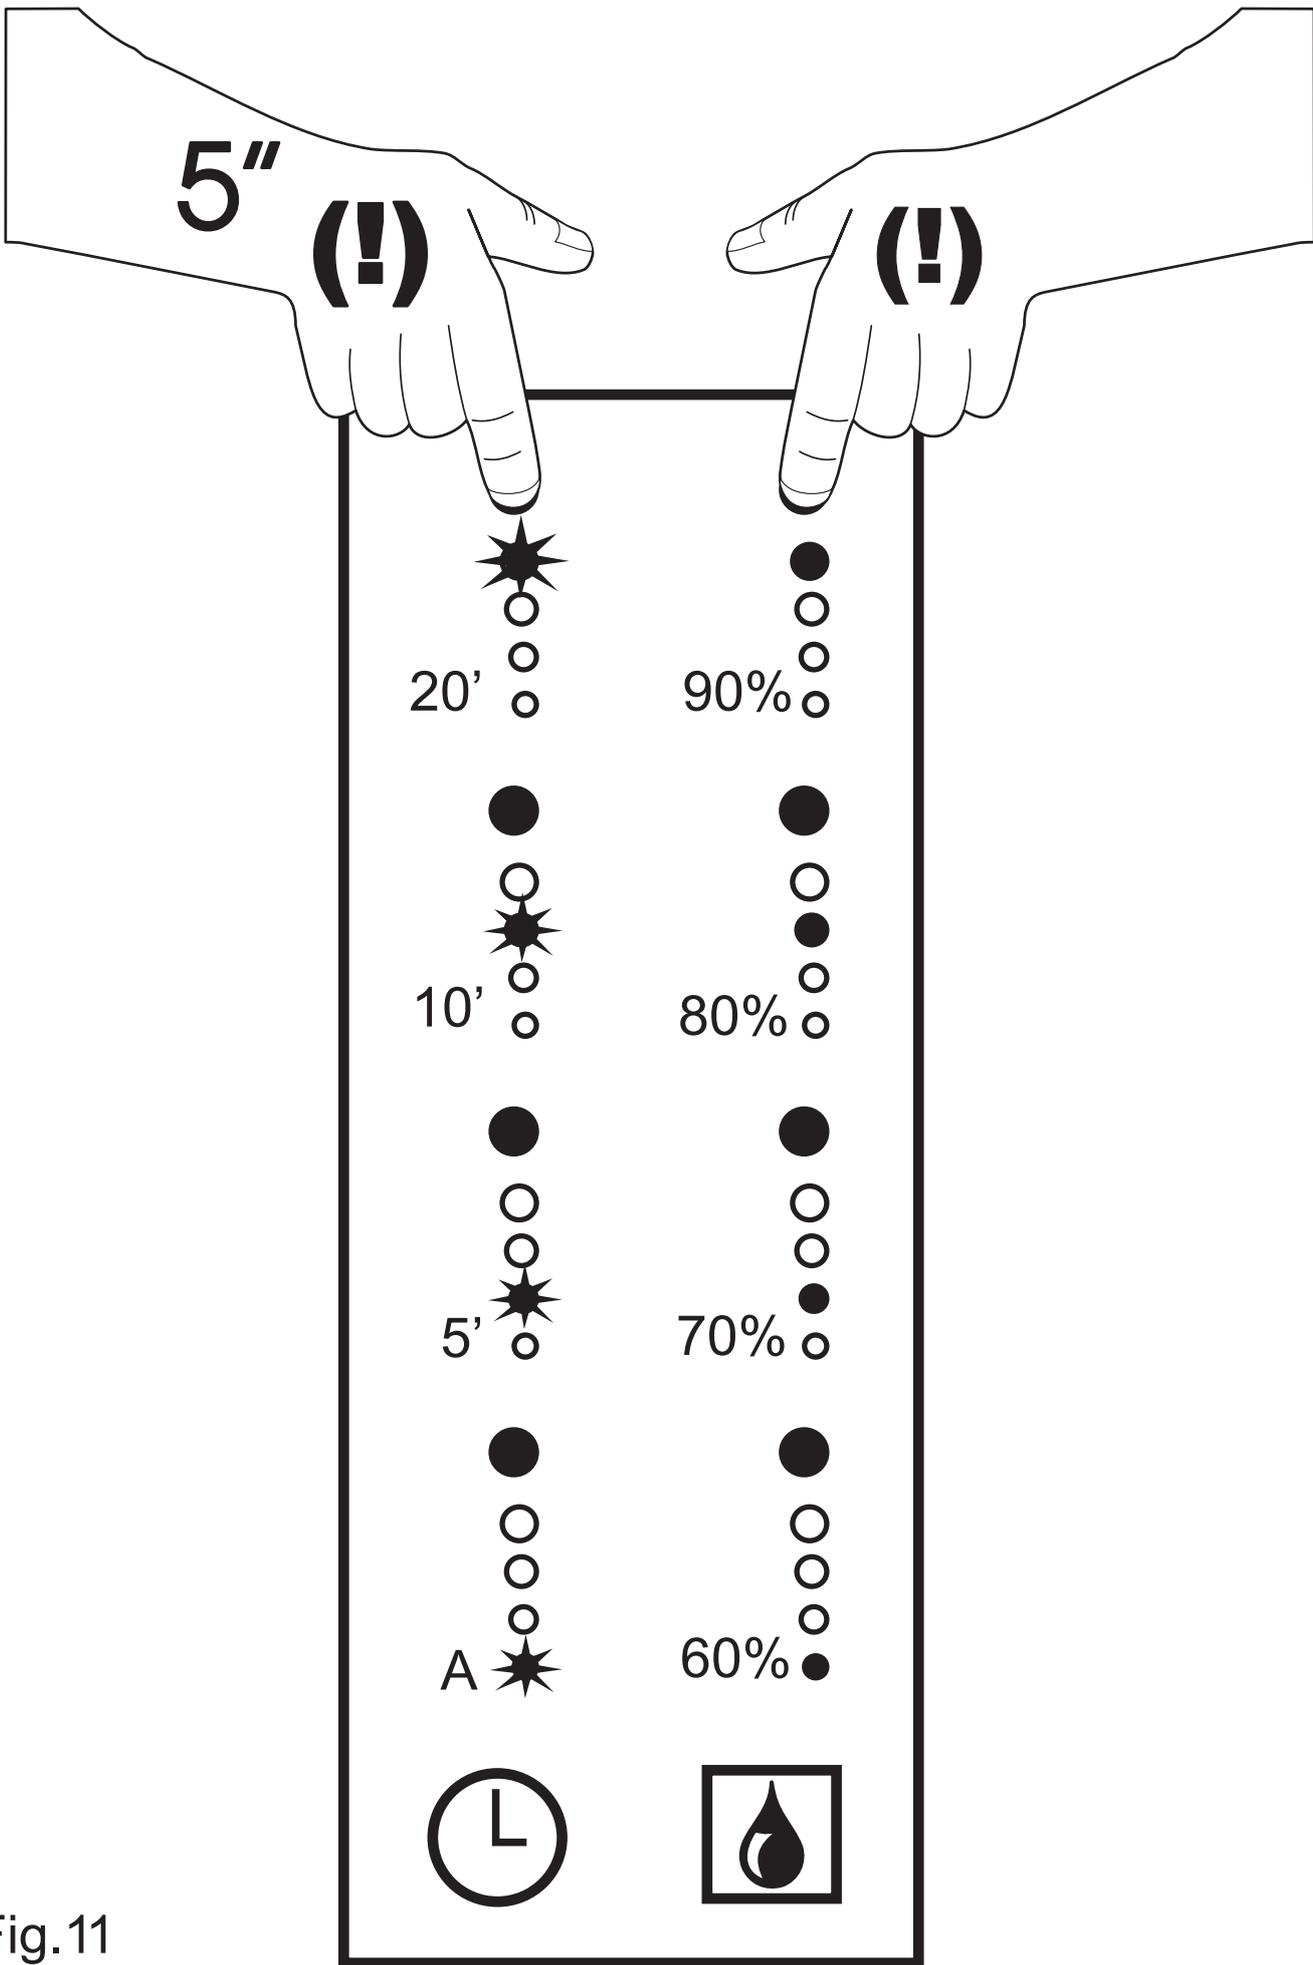

Fig.11
**Hygrostat:** Zur Einstellung des zulässigen Soll-Feuchtigkeitswerts ist die Vorwahltaste (5.) (Abb. 11) zu drücken. Die Anzeige der Sollwert-Einstellung erfolgt über die vier Leuchten, die in Abhängigkeit vom vorgewählten Wert wahlweise 60, 70, 80 oder 90% HR anzeigen. (werkseitig wird das Gerät auf 60% HR voreingestellt ).